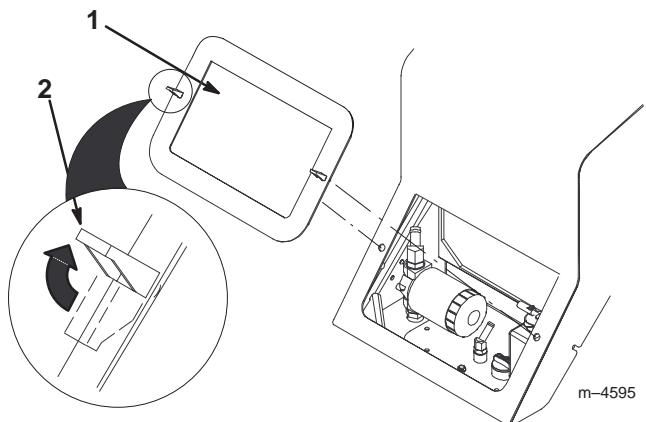

Bild 22
3. Lockern Sie die beiden Blockierzungen (Bild 22).
4. Ziehen Sie die Abdeckung von der Zugmaschine (Bild 22).